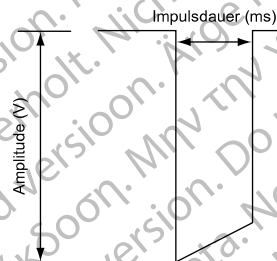

Abbildung 2–6. Impulsform
Wenn die atriale Frequenz die MTR übersteigt, wird die AV-Verzögerung allmählich verlängert (AV'), bis irgendwann bei einer P-Welle kein Tracking mehr erfolgt, da sie in die atriale Refraktärzeit fällt (Abbildung 2–3 Wenckebach-Verhalten an der MTR auf Seite 2-11). Dies führt zu einem gelegentlichen Verlust des 1:1-Trackings, wenn das Aggregat die ventrikuläre
Beim Auftreten einer intrinsischen Überleitung behält das Aggregat die A–A-Stimulationsfrequenz bei, indem es das V–A-Intervall verlängert. Diese Verlängerung wird von der Größe des Unterschieds zwischen der AV-Verzögerung und der intrinsischen ventrikulären Überleitung bestimmt. Dies wird häufig als „Modifiziertes vorhofbasiertes Timing“ bezeichnet (Abbildung 2–5 VA-Intervall-Erweiterung und MSR auf Seite 2-12).
- Die an das Herz abgegebene Energie ist direkt proportional zur Impulsdauer; eine Verdopplung der Impulsdauer verdoppelt die abgegebene Energie. Daher kann die Programmierung einer geringeren Impulsdauer bei Beachtung einer angemessenen Sicherheitsmarge die Funktionsdauer der Batterie verlängern. Achten Sie bei der Programmierung permanenter Impulsdauer-Werte unter 0,3 ms darauf, einen Stimulationsverlust (Loss of Capture) zu vermeiden (Abbildung 2–6 Impulsform auf Seite 2-13).
Die Impulsamplitude, oder die Spannung des Stimulationsimpulses, wird an der Anstiegsflanke des Stimulationsimpulses gemessen (Abbildung 2–6 Impulsform auf Seite 2-13).
Wenn der Test erfolgreich ist, wird die Atriale Amplitude auf das Zweifache der höchsten Reizschwelle eingestellt, die in den letzten 7 erfolgreichen ambulanten Tests gemessen wurde (Ausgangs-Amplitude zwischen 2,0 V und 5,0 V). Es werden sieben Tests verwendet, um Auswirkungen des zirkadianen Rhythmus auf die Reizschwelle zu berücksichtigen und eine angemessene Sicherheitsmarge sicherzustellen. Dies erlaubt auch eine schnelle Erhöhung der Stimulationsenergie infolge eines plötzlichen Anstiegs der Reizschwelle, während zur Senkung der Energie beständig niedrige Reizschwellenwerte vorliegen müssen (d. h. ein einzelner niedriger Reizschwellenwert bewirkt keine Senkung der Stimulationsenergie) (Abbildung 2–7 Auswirkung der Reizschwellenänderung auf die RAAT-Stimulationsenergie auf Seite 2-15).